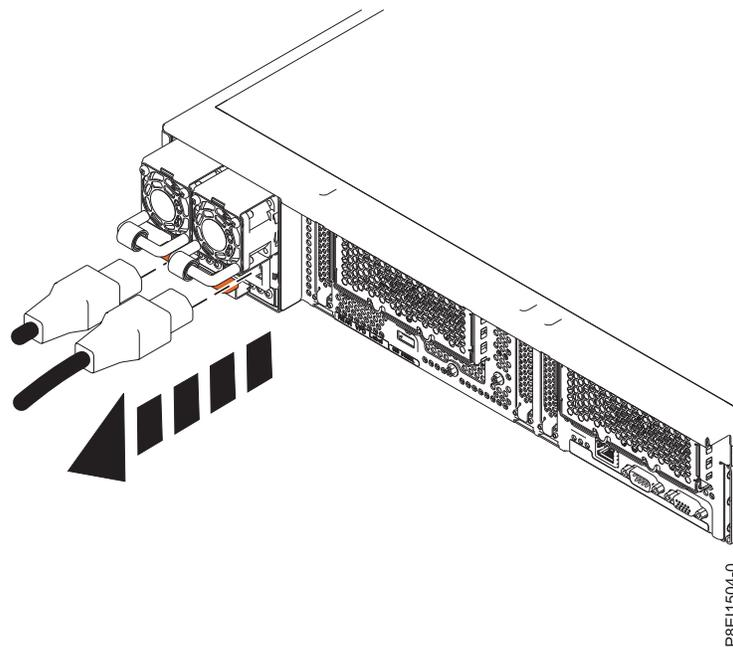

Figure 75. Déconnexion du cordon d'alimentation du bloc d'alimentation
- a. Étiquetez le cordon d'alimentation, puis desserrez l'attache velcro pour libérer le cordon de la poignée du bloc d'alimentation. Voir figure 75.